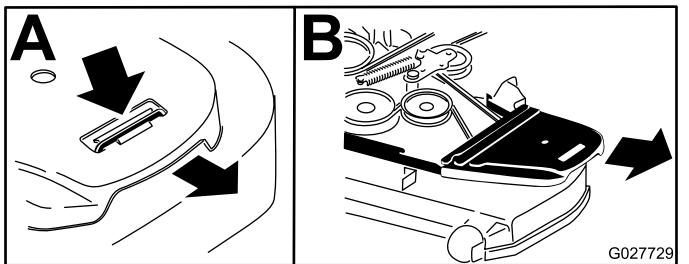

Bild 60
7. Entfernen Sie die Riemenabdeckungen und die Schrauben (Bild 60).